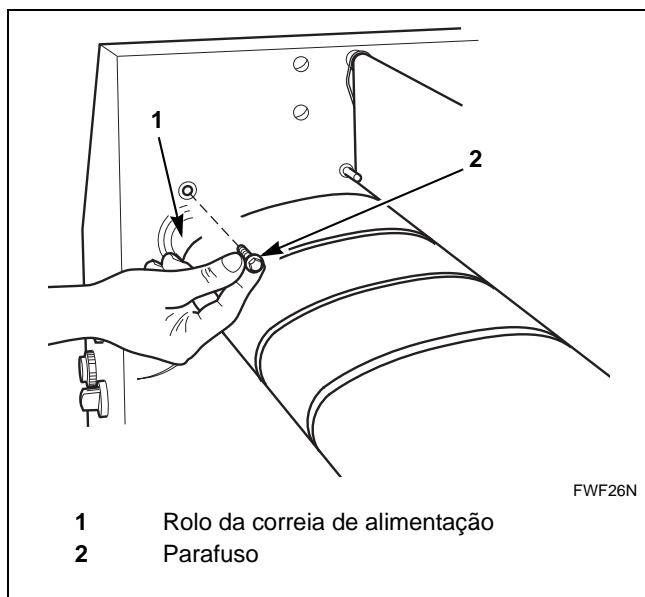

Figura 27
6. Solte o rolo da correia de alimentação, no painel interno do lado esquerdo, removendo os parafusos. Mantenha o rolo no lugar e verifique a direção na qual o rolamento está montado. Consulte *Figura 27*.